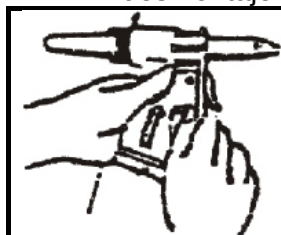

Fig.1
- 2.2. Use la llave para retirar el cabezal (Fig.1).